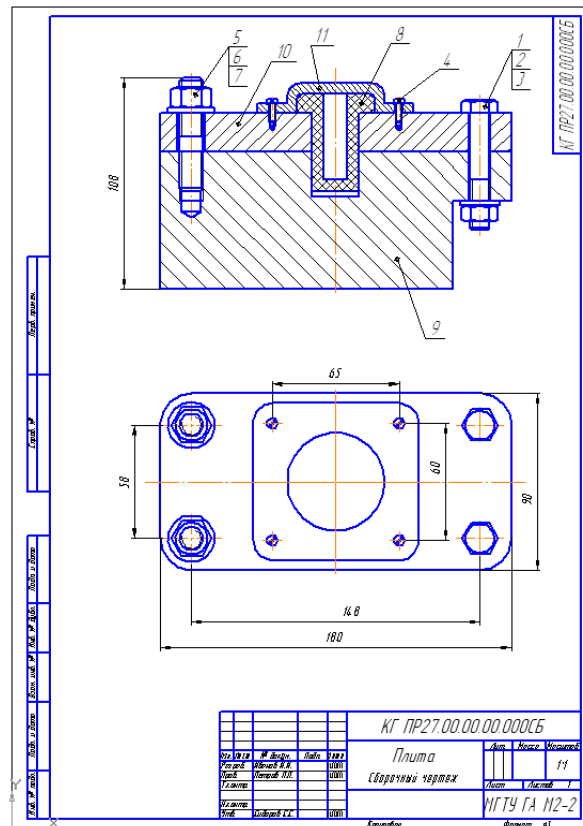

Рис. 62
6. Для того чтобы просмотреть информацию об объектах спецификации, выполните команду *Спецификация – Редактировать объекты* . На экране появится окно, содержащее бланк спецификации с созданными в нем объектами. Это не спецификация, а режим сборочного чертежа. Такое окно называется *подчиненным режимом спецификации*. Можно одновременно просматривать и окно подчиненного режима, и окно со сборочным чертежом. Для этого выполните команду *Окно - Мозаика – Все окна*. Сделайте текущим окно подчиненного режима и щелкните на кнопке *Масштаб по ширине листа* . Затем сделайте текущим окно со сборочным чертежом и щелкните на кнопке *Показать все* , рис. 62.